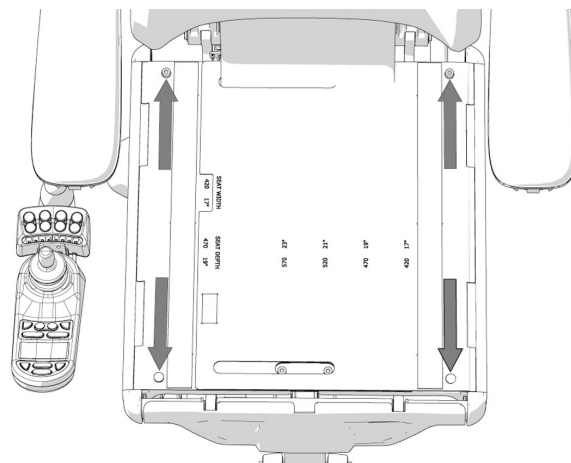

Bild 128. Sitsplåtarna sitter monterade med två skruvar i bakkant samt två snabbfästklämmor i framkant.
2. Demontera sitsplåtarna, de sitter monterade med två skruvar i bakkant samt två snabbfästklämmor i framkant. Se bild. 128. Demontera först skruvarna, tryck sedan försiktigt med handen på sitsplåtens undersida så att snabbfästklämmorna i framkant släpper.